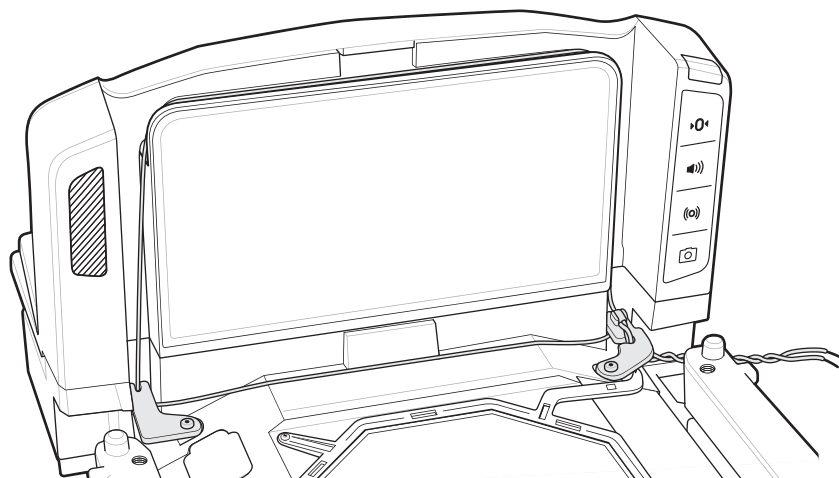

Figura 3-37 *Instalação concluída*
10. Quando a instalação for concluída, o cabeamento, os suportes esquerdo e direito e a antena devem estar parecidos com o posicionamento na Figura 3-37.